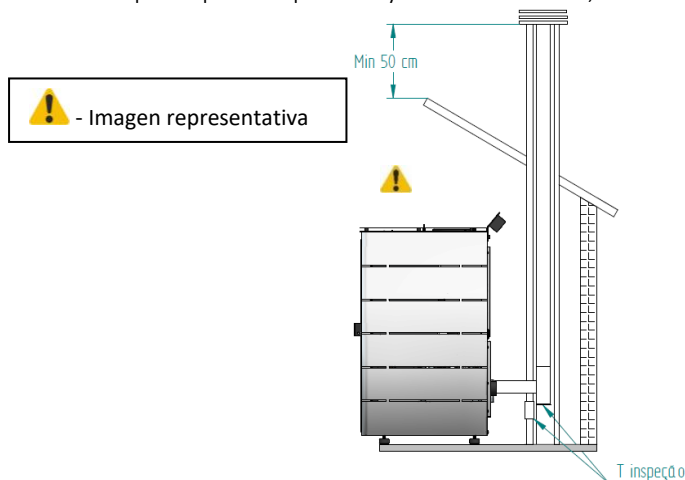

Figura 13 – Vista lateral del sistema con chimenea, con ejemplo de punto de inspección
- Como se muestra en el Figura 13, la instalación de la estufa de leña *Pelotillas* lleva el tubo de escape directamente a la chimenea. Si la chimenea es demasiado grande, se recomienda canalizar la salida de humo con una tubería de diámetro interno mínimo de 80 mm. Coloque una "T" en la parte inferior de la tubería para inspecciones periódicas y mantenimiento anual, como se muestra en la figura siguiente.